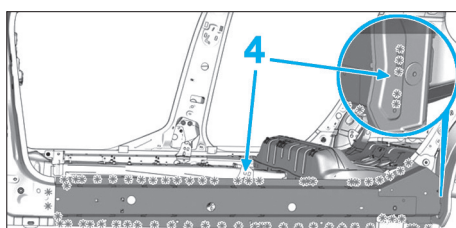

FIG. 81
- Fraiser les points de soudure du renfort de bas de caisse (4) (Fig.81).